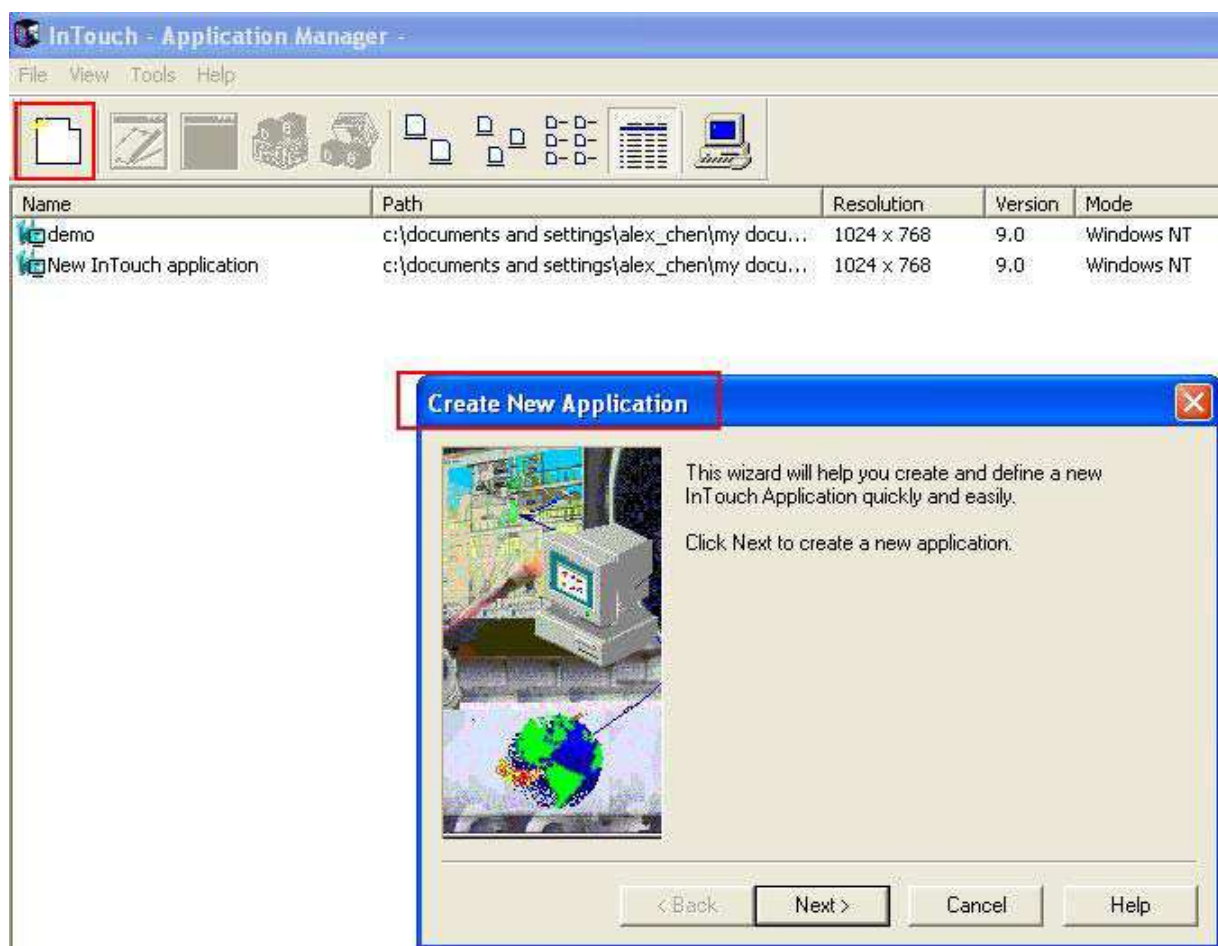

Рис. 7
2.6 Запустите программу **InTouch** - откроется **Application Manager**. Создайте новое приложение как показано на Рис. 7. Введите имя приложения - ioLogik 4000.